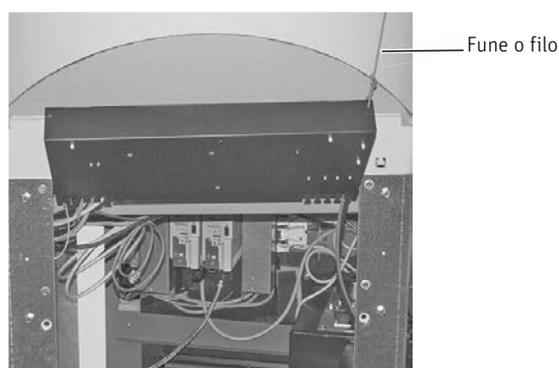

Fig. 200 Sollevare il quadro di comando e fissarlo con una fune o un filo
Il quadro di comando 2 può essere ripiegato verso l'alto per un collegamento più agevole alla consolle di collegamento risp. ai convertitori di frequenza – Fig. 200.
- Sollevare il quadro di comando e fissarlo con una fune o un filo – Fig. 200